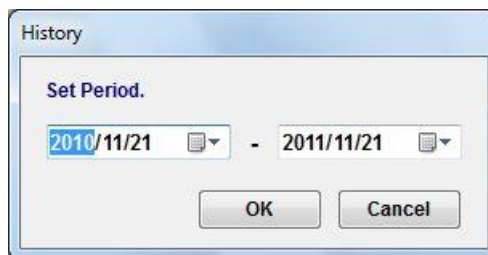

図 9.5 Period Setting Dialog
- [Period] ボタンをクリックすると “Period Setting Dialog”が表示されます。(図.9-5)